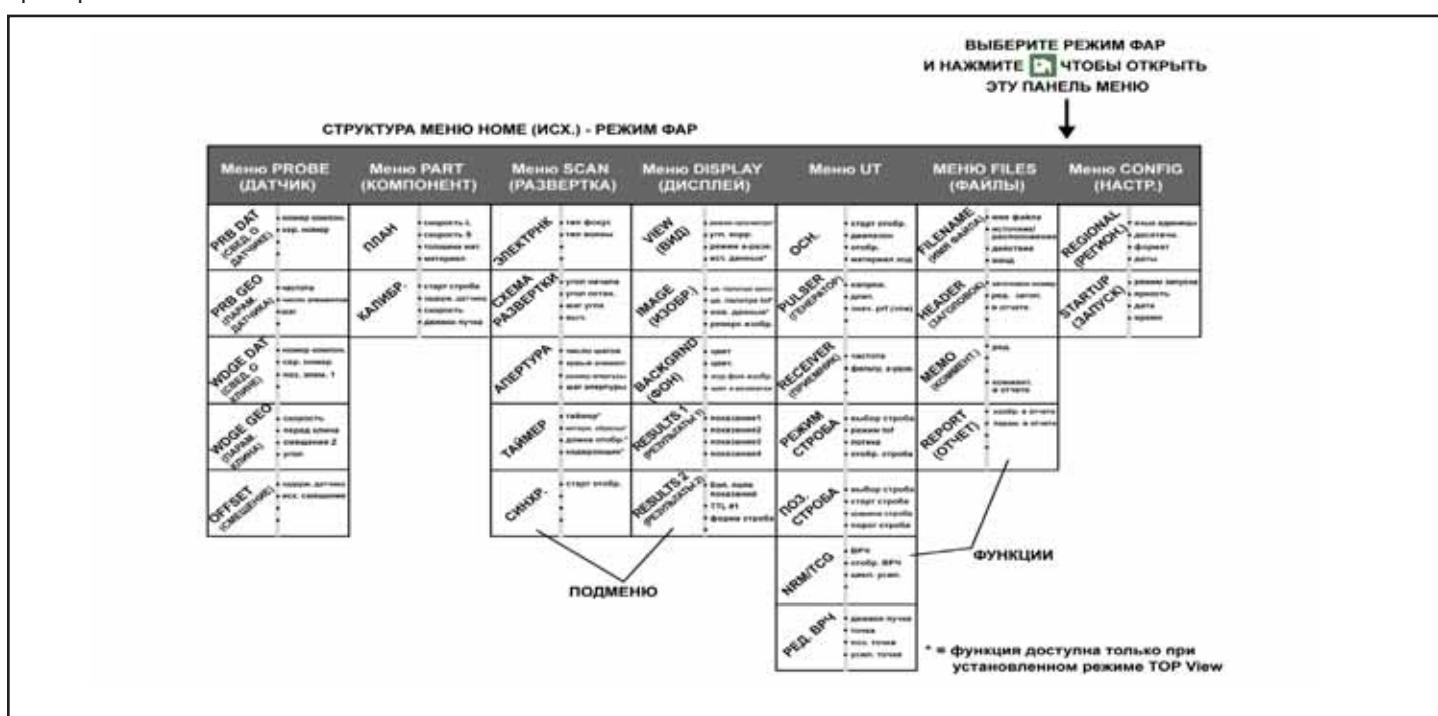

РИСУНОК 1-3—Эти меню, подменю и функции доступны из Исходного меню (Home).
- Доступные меню открываются при помощи Исходного (Home) меню ФАР (Рисунок 1-3).